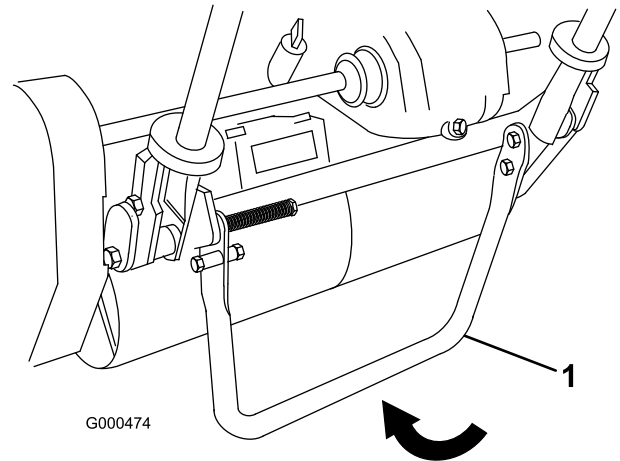

Figure 22
1. Abaissez la béquille avec le pied et tirez sur le support du guidon jusqu'à ce que la béquille bascule en avant (Figure 22).